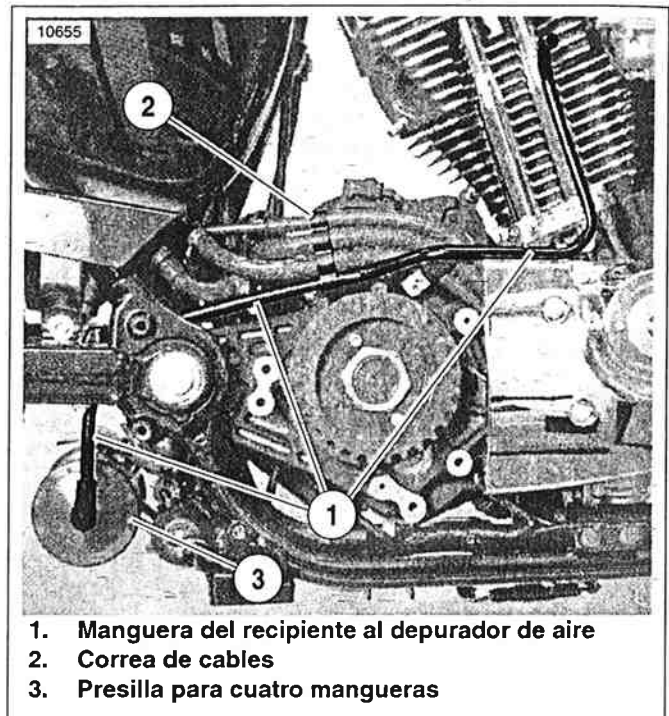

Figura 4-26. Manguera del recipiente al depurador de aire
1. Vea la Figura 4-26. Conecte un extremo de la manguera que va del recipiente al depurador de aire (manguera de admisión de aire limpio del recipiente) (1) al dispositivo de conexión en el lado derecho del recipiente de carbón (3). Coloque la manguera directamente hacia arriba, sobre la parte trasera del cárter del motor, a través de la ranura inferior de la presilla de cuatro mangueras (2), a lo largo de la cubierta superior de la rueda dentada, cubierta de la caja de cambios y hacia arriba a la placa de soporte del depurador de aire.